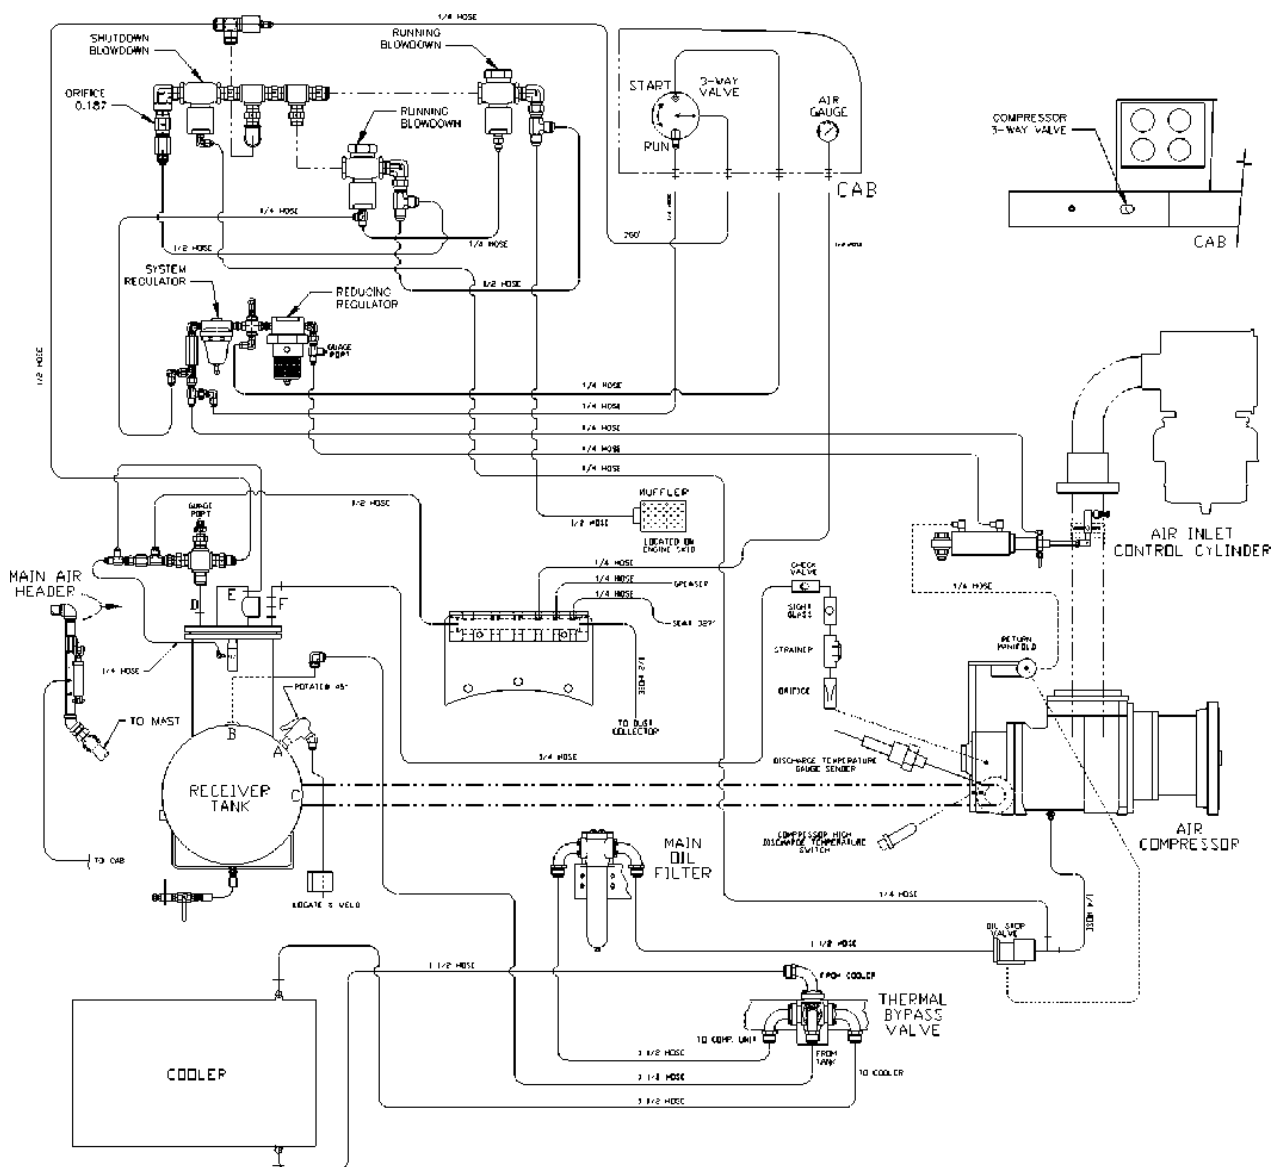

Fig. 4-13a Conduite de commande d'air, basse pression
12. Régler le **régulateur réducteur** (fig. 4-13a) sur **20 PSI (1,4 bars)**.